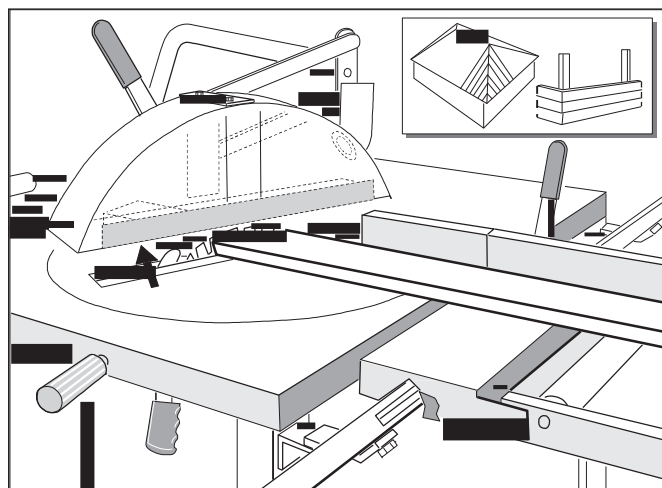

Fig. 8
- Legg arbeidsstykket mot anholdet og kapp ved å heve sagbladet. Se fig. 8.